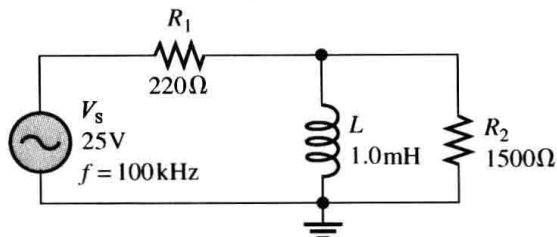

图 12-54
23. 求图 12-54 中各个元件两端的电压。
24. 试问图 12-54 中的电路是倾向于电阻性还是电感性？
25. 求图 12-54 中各个支路的电流和总电流。
29. 求图 12-54 中电路的 P_{true} 、 P_r 、 P_a 和 PF，画出功率三角形。